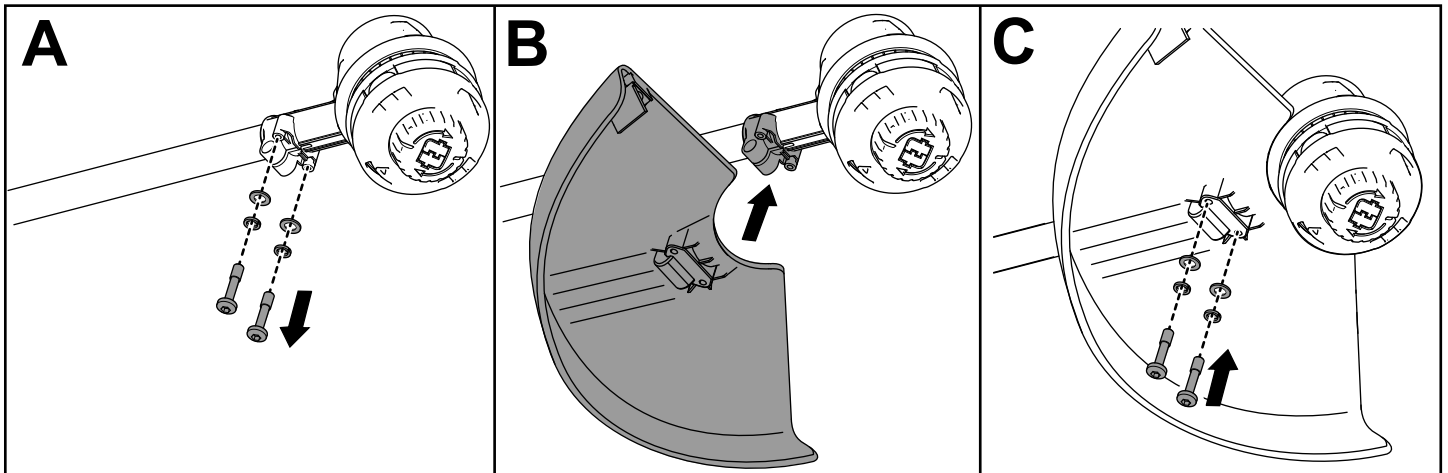

Figure 5
1. À l'aide de la clé Allen fournie, retirez les 2 vis à tête creuse, les 2 rondelles et les 2 entretoises de la base de la débrossailleuse (A de la Figure 5).
2. Placez le déflecteur sur la base de la débrossailleuse (B de la Figure 5).